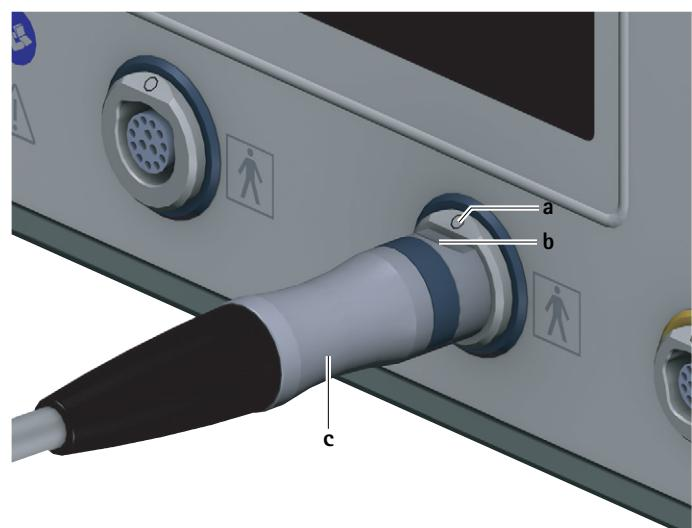

Рис. 3 Подключение моторного кабеля
- Выровнять штекер блока управления **c** на моторном кабеле таким образом, чтобы маркировка **b** на штекере соответствовала маркировке **a** на гнезде для рабочего элемента 7, см. Рис. 3.
- ▶ Вытянуть моторный кабель на штекере для блока управления с из гнезда для рабочих элементов 7, см. Рис. 3.